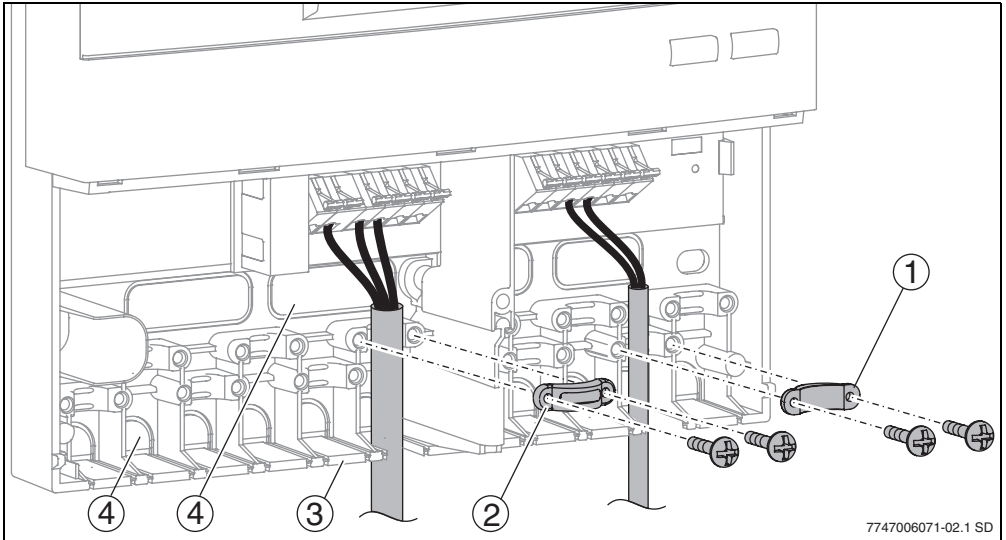

Рис. 5 Прокладка и крепление провода
Провода можно вводить в корпус прибора сзади (→ рис. 5, поз. 4) или снизу (→ рис. 5, поз. 3).
- ▶ Вырежьте кабельный ввод (→ рис. 5) ножом так, чтобы не образовалось острых кромок.
- ▶ Закрепите провод фиксатором (→ рис. 5, поз. 2). Фиксатор можно установить также в перевернутом виде (→ рис. 5, поз. 1).